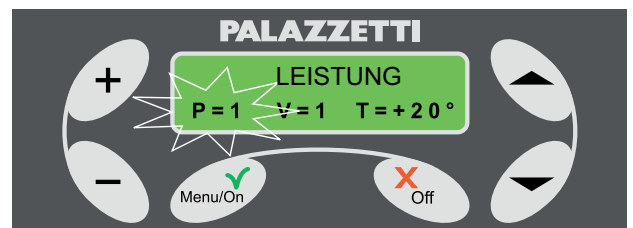

Fig. 1.7.2
- 2) die Taste Menü/On für den Zugang drücken; in der zweiten Displayzeile erscheinen die Zeichen der Betriebsparameter, Abb. 1.7.2: